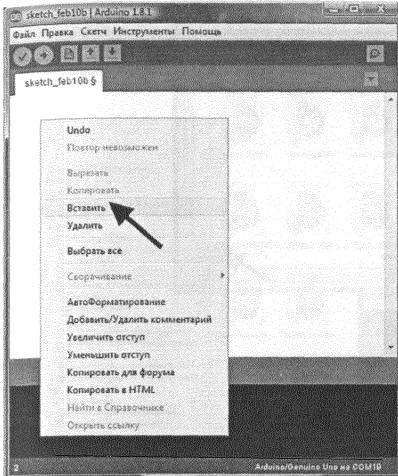

Рис. 3
9. Вставляем текст программы в Arduino IDE — рисунок 3.